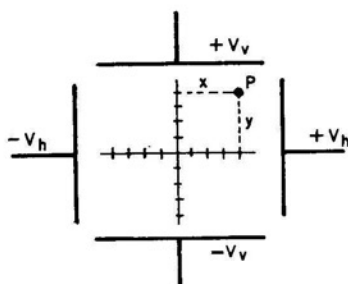

Fig. T8-3
**UNIDAD DE DESVIACION:** El haz de electrones se orienta para que choque en el punto medio de la pantalla; para desviarlo y formar una figura se disponen dos placas verticales y otras dos horizontales, a las que se aplican las tensiones adecuadas (ver la figura T8-3).
En el ejemplo de la figura T8-3 se han hecho positivas las placas de arriba y de la derecha, habiéndose desplazado el punto desde el centro a  $P$ , a una distancia  $x$  horizontalmente desde el centro y a una distancia  $y$  hacia la parte superior, proporcionales ambas a las tensiones aplicadas.